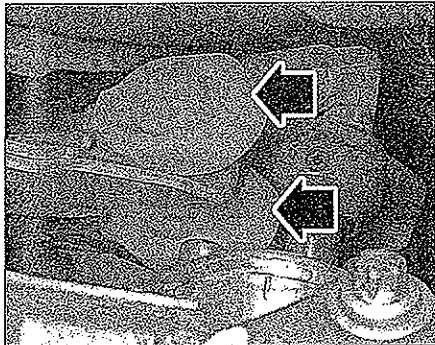

FIG. 2
- Desengrapar los cables de mando de la caja de velocidades (fig. 2).